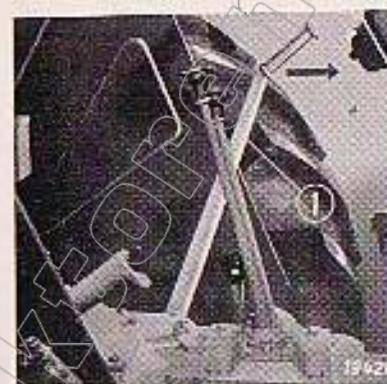

Bild 98
Hebel (1) mit der Hand über die federnde Raste nach vorn führen (Bild 98, Pfeil).